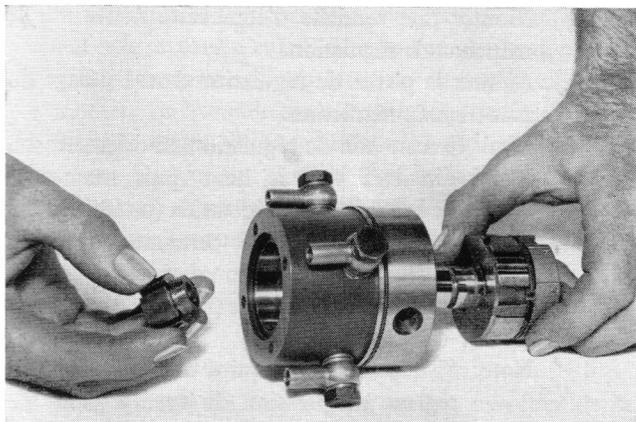

Fig. 38 Rotor en tête hydraulique
18. Monter le rotor dans l'alésage de la tête hydraulique (Fig. 38) et fixer celui-ci en montant et en serrant légèrement le rotor de la pompe de transfert.